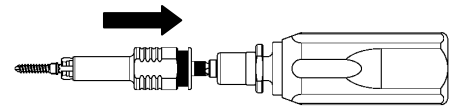

図 1
3.5 ロックングスクリューホルダーを組み付け、スクリューホルダーを手前に引き、パワービンドライバーの先端に 3.5 ロックングスクリューをセットします。（図 1）